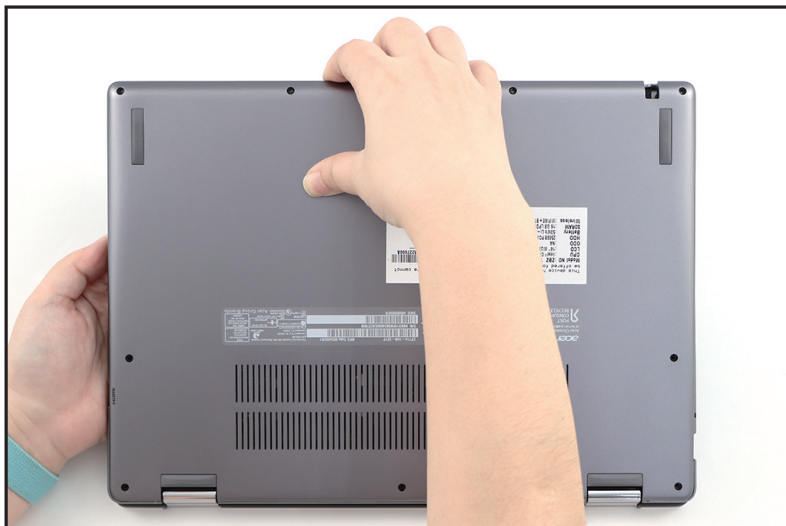

Figure 1-5. Retrait du couvercle de base
3. Continuez de libérer les loquets restants. Retirez ensuite le couvercle de base du système (Figure 1-5).